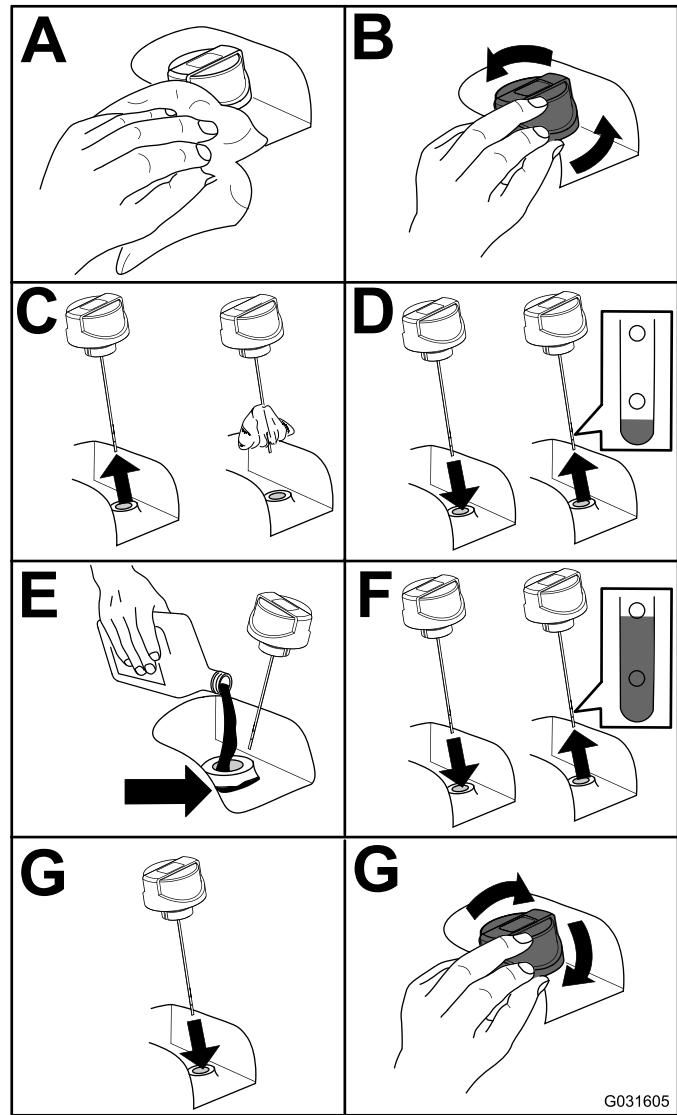

Figura 86
2. Controllare il livello del fluido idraulico (Figura 86).